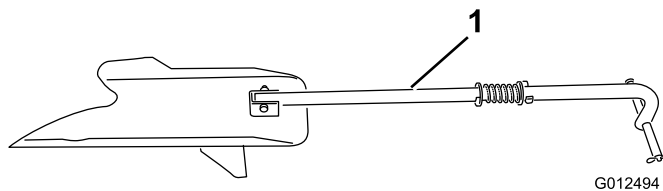
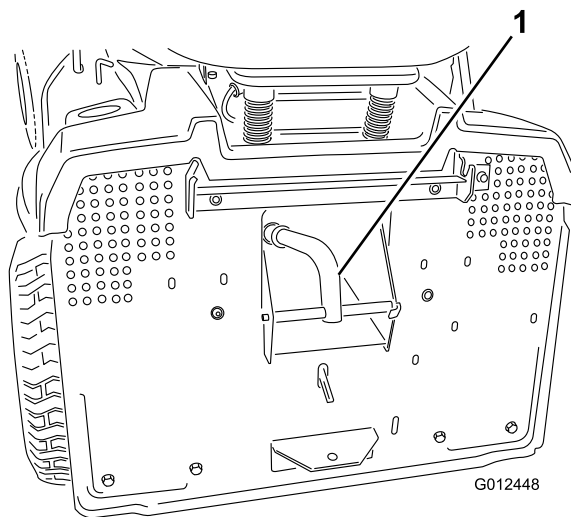

Figura 17
Figura 18
5. Introduzca el tapón de mulching (Figura 17) en el orificio de la parte trasera de la máquina, y engánchelo en el orificio del conducto de descarga (Figura 18).